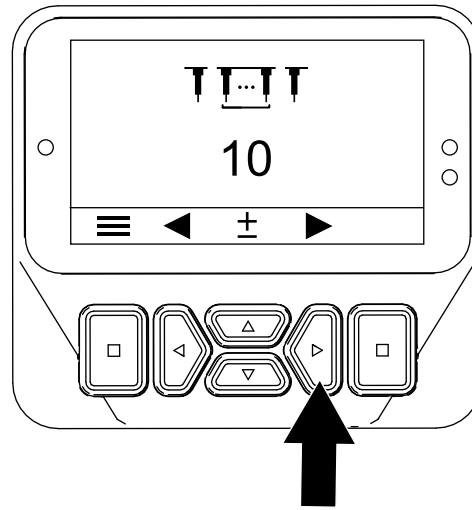

Figura 50
7. Premete il pulsante Destra per visualizzare la schermata Impostazione della quantità delle fustelle (Figura 50).